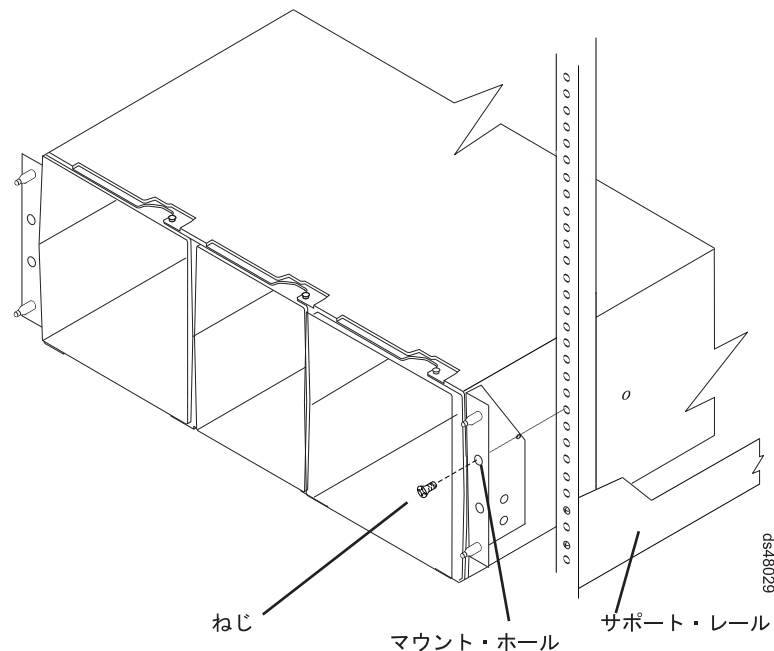

図 20. ラック・キャビネットへの DS4800 の固定
1. 空の DS4800 ストレージ・サブシステムを発送ボックスから取り出し、ストレージ・サブシステムをキャビネットにセットします。51 ページの図 20 に、キャビネットおよびサポート・レールに対する空のストレージ・サブシステムの正しい方向を示します。
2. ストレージ・サブシステムをキャビネットに固定します。図 20 は、DS4800 をキャビネットの垂直部に固定する方法を示しています。